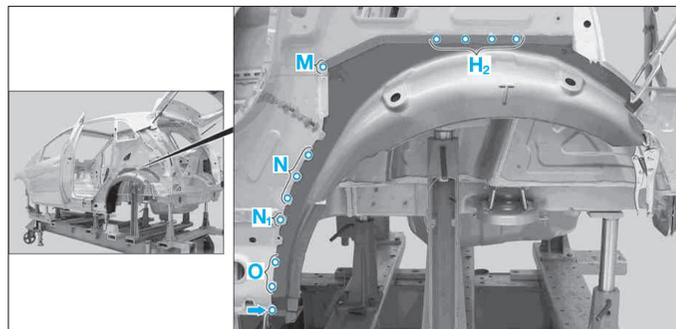

FIG. 109
- Percer des trous (Ø 6,5 mm) sur le passage de roue extérieur dans les zones (H₂), (M), (N), (N₁) et (O) (Fig.109).